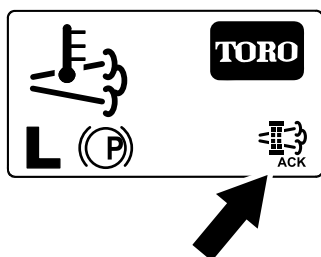

Figura 57
8. L'InfoCenter visualizza la schermata Home e l'icona della rigenerazione (Figura 57) è presente nell'angolo in basso a destra della schermata mentre la rigenerazione procede.